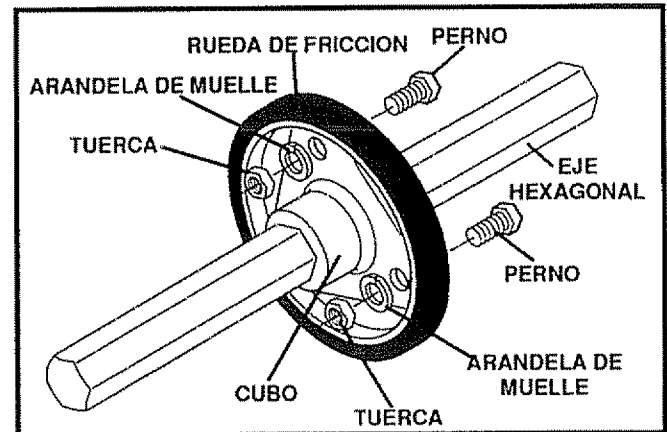

FIG. 35
- Remueva los tres (3) pasadores que sostienen la rueda de fricción al cubo (vea la Fig 35) y colóquelos a un lado